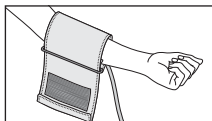

Рис.7
2. Наденьте манжету на левую руку, при этом трубка должна быть направлена в сторону ладони (рис. 7). Если измерение на левой руке затруднено, то измерять можно на правой руке. В этом случае необходимо помнить, что показания могут отличаться на 5-10 мм рт. ст.